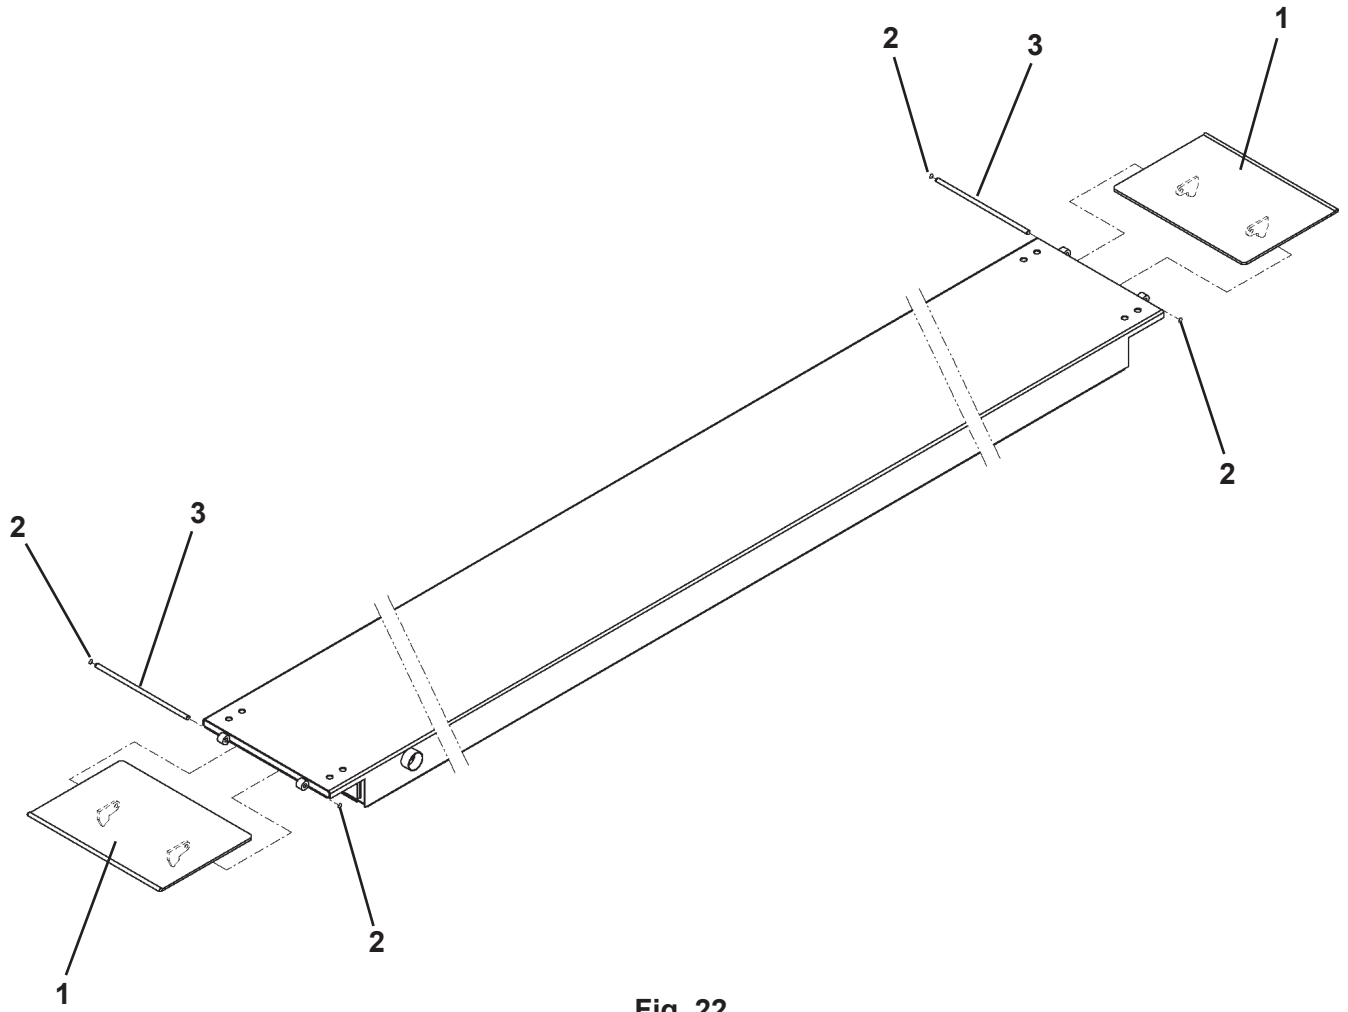

Fig. 22
**Rif. Fig 22.** Posizionare le rampe **1** e, utilizzando i seeger **2**, fissare il perno **3** permettendo agli arresti di basculare liberamente al fine di disporsi orizzontalmente, quando il ponte è in basso, facilitando il transito della vettura, e posizionandosi verticalmente quando il ponte è in alto creando un arresto meccanico di sicurezza relativamente all'eventuale spostamento della vettura.
**Ref. Fig. 22.** Position ramps **1** and, using snap rings **2**, fit pin **3**. This will allow stops to freely tilt and reach both a horizontal position whenever the lift is down, so as to make vehicle transit easier, as well as a vertical position whenever the lift is up, thus creating a mechanical safety stop in case of any vehicle movement.
**Bez. Abb.22.** Die Auffahrampen **1** ausrichten und, unter Anwendung des Seeger-Rings **2**, den Bolzen **3** befestigen, so dass den Anlaufvorrichtungen möglich ist, frei zu schwingen, um sich waagrecht ausrichten zu können, wenn sich der Hebebühne in unterer Position befindet, wodurch das Verfahren des Fahrzeugs erleichtert wird, und um sich senkrecht auszurichten, wenn die Hebebühne sich in oberer Position befindet, wodurch dann ein mechanischer Sicherheitsanlauf beschaffen wird, der eine eventuelle Verschiebung des Fahrzeugs verhindert.
**Réf. Fig 22.** Positionner les rampes **1** et, en utilisant les circlips **2**, fixer le goujon **3** en permettant aux butées de basculer librement pour se positionner horizontalement lorsque le pont est en bas, ce qui facilite le passage de la voiture, et verticalement lorsque le pont est en haut, en créant ainsi un arrêt mécanique de sécurité en cas de déplacement éventuel de la voiture.
**Ref. Fig 22.** Colocar las rampas **1** en posición y, utilizando los anillos seeger **2**, fijar el perno **3**, permitiendo que los topes oscilen libremente para que puedan colocarse horizontalmente cuando el elevador está abajo, facilitando el tránsito del vehículo, y verticalmente cuando el puente está arriba, creando un tope mecánico de seguridad en relación con un eventual movimiento del vehículo.